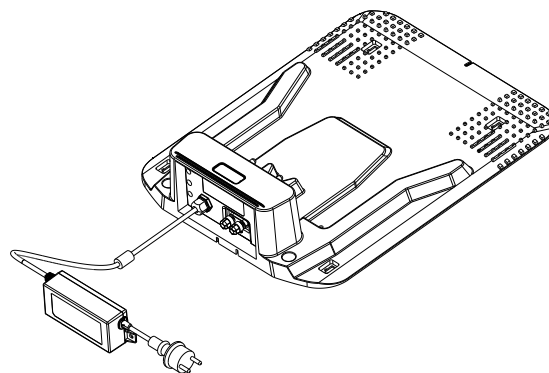

Рис. 6 – Док-станция
4. Подключите адаптер к источнику питания (см. Рис.6 справа).